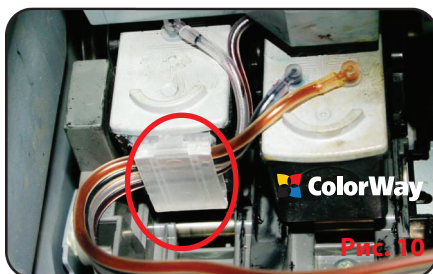

Рис. 10
6.2. Закрепите чернильный шлейф при помощи держателей как показано на рисунках (Рис. 10; 11).